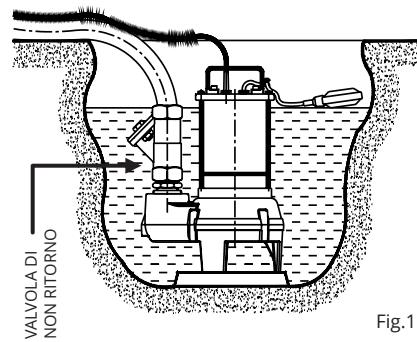

Fig.1
- Se il fondo del pozzo o comunque la superficie su cui appoggia la pompa è irregolare e c'è la possibilità che si accumulino sassolini, detriti, fanghiglia, ecc. Intervenire creando una base di appoggio regolare e rialzata (Fig 1).
- Per evitare il riflusso del liquido dal collettore di scarico installare dopo la mandata della pompa una valvola di non ritorno (Fig. 1).